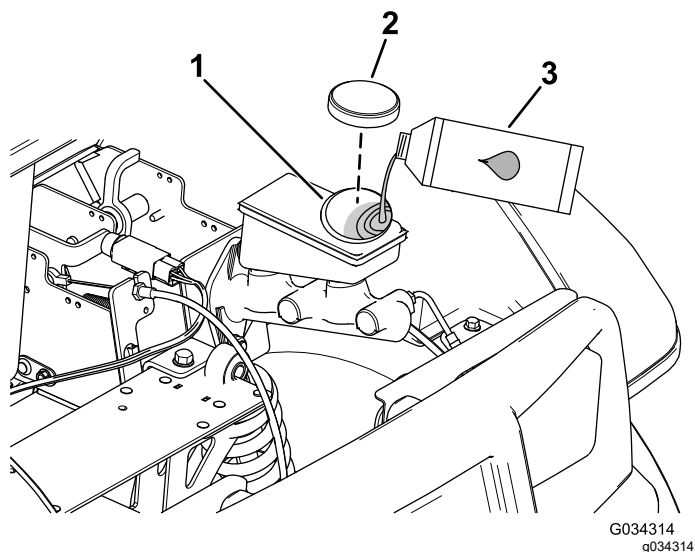

Рисунок 62
4. Поднимите капот, чтобы получить доступ к главному тормозному цилиндру и бачку (Рисунок 62).
- Очистите область вокруг крышки бачка и снимите крышку (Рисунок 62).
- Установите на место крышку бака (Рисунок 62).